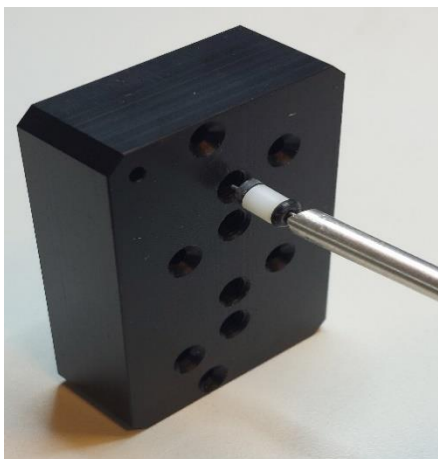

Abbildung 8
3. Schieben Sie den Stößel mit den Bauteilen in die passende Bohrung der Ventileinheit (siehe Abbildung 8).